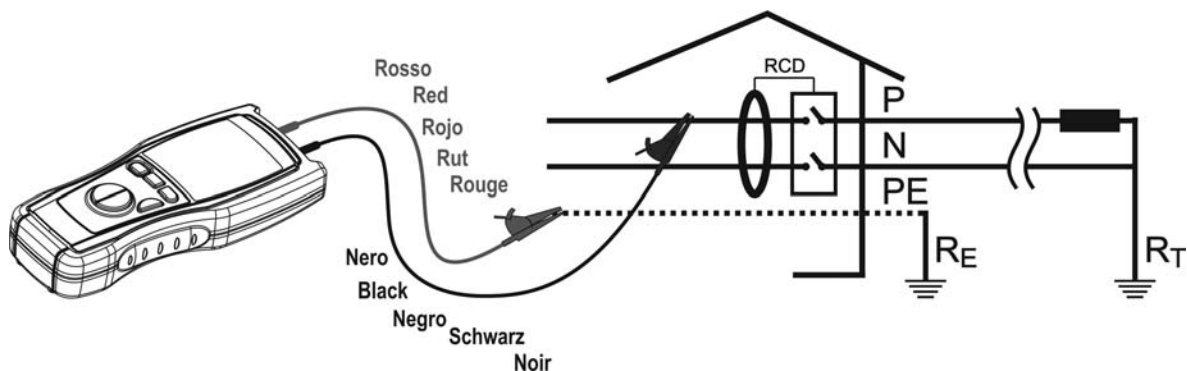

Fig. 8 : Connexion des bornes de l'instrument sous test $M\Omega$
6. Connecter les bornes de l'instrument aux extrémités des conducteurs dont on souhaite mesurer l'isolement réciproque (voir Fig. 8)